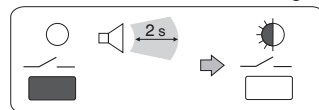

Fig. 6
- Maintenir la pression sur la **touche "—/—"** jusqu'à l'émission d'un simple signal sonore; puis la relâcher: **la LED est clignotante** (fig.6).